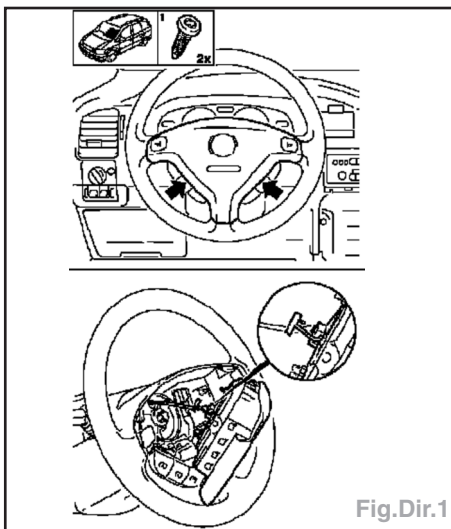

Fig.Dir.1
- Déposer les vis, soulever avec précaution l'airbag et débrancher la fiche de faisceau (Fig.Dir.1).